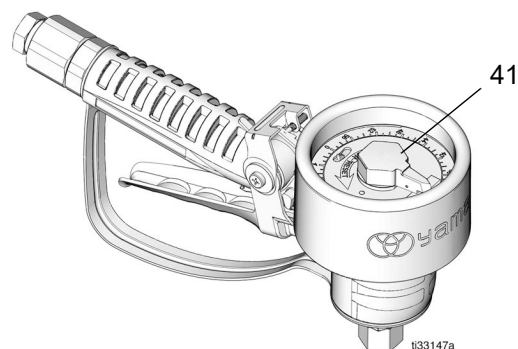

図 4
<p>修理を必要とする破損を防ぐために、メカニカルバッチメーターの指針 (41) (図 4) を絶対に反対(時計回り)に回さないでください。</p>